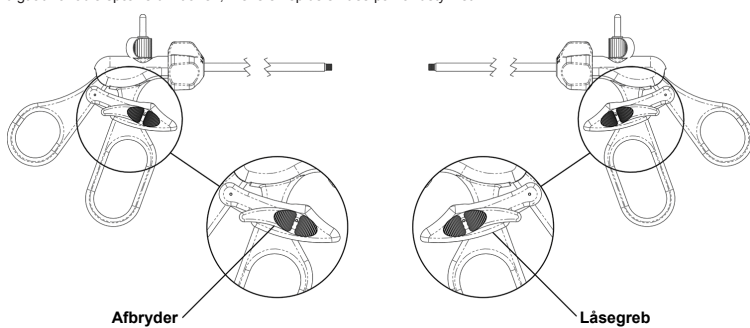

Fig. 3
- Skub afbryderen (se fig. 3) fremad for at tilkoble spærrefunktionen.